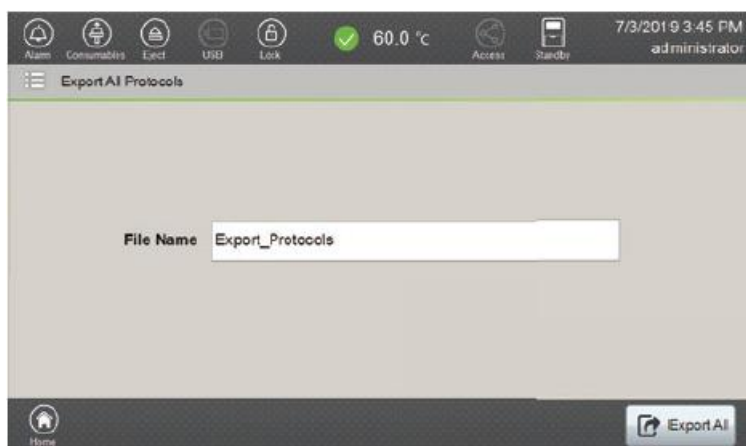

図 153 Export All Protocols 画面
1. Main Menu 画面（図 9）の Export All Protocols を選択して、Export All Protocols 画面（図 153）を表示します。File name の入力欄を選択すると File Name のウィンドウが開き、タッチスクリーンのキーパッドが有効になるので、エクスポートするファイル名を入力します。Spectrum Compact CE システムに外付けのキーボードを接続すると、キーボードで File Name を入力することもできます。適切な File Name を入力し、OK を選択して Export All Protocols 画面に戻ります。
3. Export All Protocols 画面（図 153）の **Export All** を選択してください。「Are you sure you want to export the protocols to the USB Device?」というエクスポートを確認するウィンドウが表示されます。**Yes** を選択するとファイルをエクスポートし、**No** を選択するとキャンセルとなります。